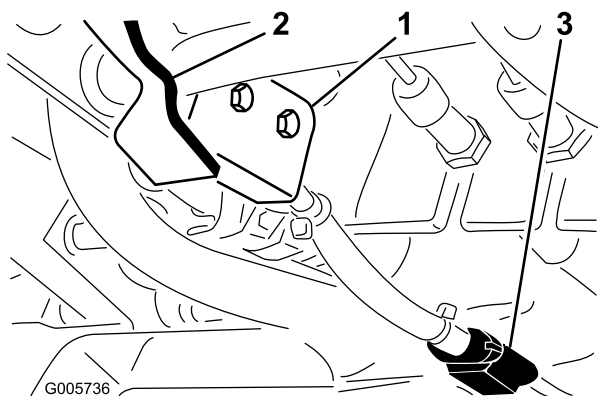

Figura 72
1. A folga existente entre a pá articulada do eixo do travão de estacionamento e a zona inferior do interruptor de segurança (Figura 72) deverá ser de 1,6 mm (a pá não deverá estar em contacto com o interruptor).